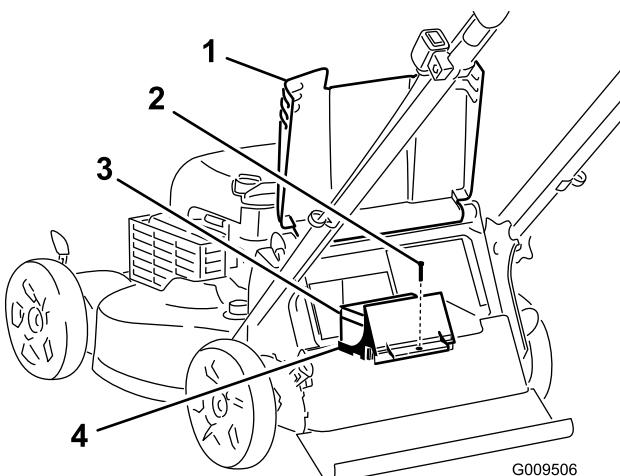
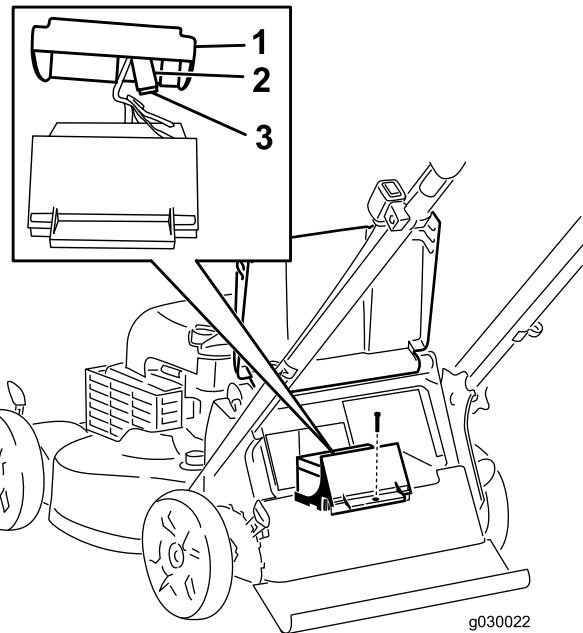

Рисунок 35
Рисунок 36
2. Поднимите задний отражатель и найдите аккумуляторный отсек (Рисунок 35).
4. Снимите крепежный винт аккумуляторного отсека, выньте аккумуляторную батарею и найдите предохранитель (Рисунок 35 и Рисунок 36).
| 5. Замените плавкий предохранитель в держателе (Рисунок 36). | |